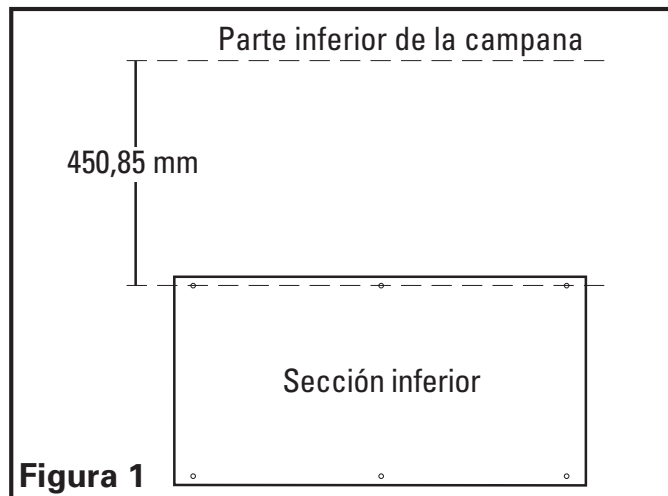

Figura 1
2. Determine dónde estará ubicada la parte inferior de la campana y marque una línea de nivel a 19,05 mm por debajo de ella. Lleve la sección inferior del protector contra salpicaduras (sección plana) hasta la línea que acaba de marcar. Asegúrese que la sección esté centrada de un lado y de otro y marque la ubicación de los orificios en la línea (**Figura 1**).